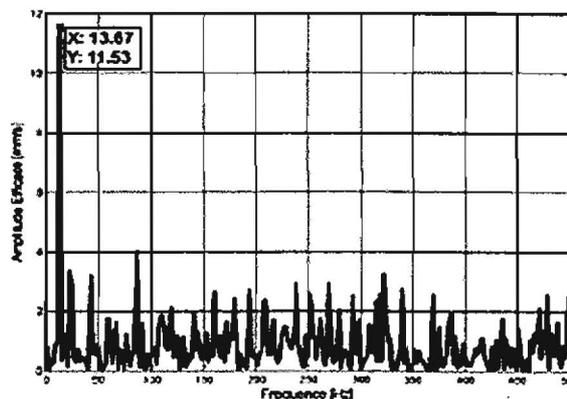

Figure 2. Spectre coté ventilateur
L'analyse spectrale des vibrations, coté ventilateur est donnée dans la figure 2.
4) À quoi correspond la fréquence du pic du spectre (**Figure 2**) Expliquez le phénomène?